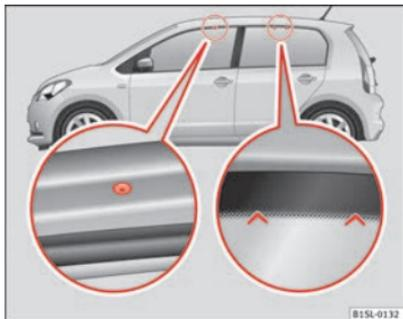

Fig. 72 Punti di fissaggio delle barre portacarico e del portapacchi sul tetto.
I fori per il fissaggio anteriore si trovano nella parte inferiore dei longheroni del tetto e sono chiusi da viti di plastica ⇒ fig. 72 (ingrandimento a sinistra). I fori si possono vedere solo con la porta aperta. I fori per il fissaggio nella parte posteriore si trovano nella parte superiore dei finestrini laterali posteriori ⇒ fig. 72 (ingrandimento a destra).
- Le barre portacarico devono essere fissate esclusivamente ai punti indicati nell'illustrazione ⇒ fig. 72.